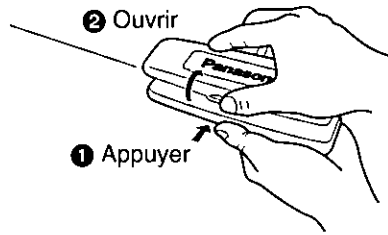

Fig. 6
- ④ Comme illustré à la figure 6, appuyer légèrement sur le bas de l'étui et ouvrir le rabat supérieur. Ranger le panneau dans l'étui. Le panneau peut alors être transporté en toute sécurité.
⑦ Étui de rangement du panneau avant amovible